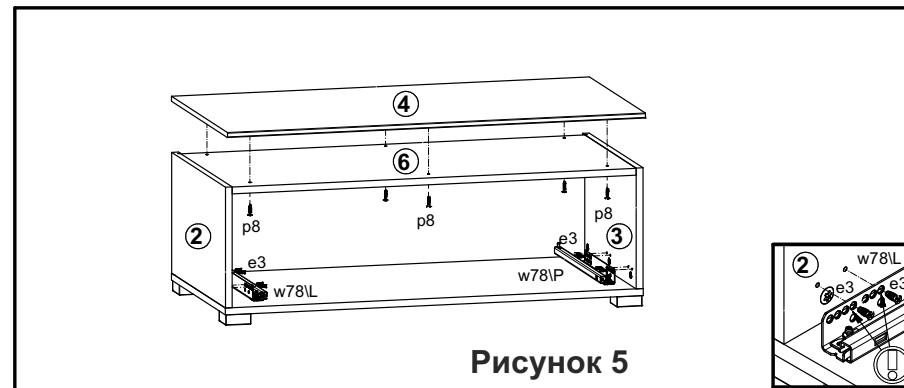

Рисунок 5
9. Присоединить щит верхний **4** к полке соединительной **6** с помощью шурупов **p8** (см. рис. 5).
10. В отверстия $\varnothing 5$ мм на внутренних поверхностях стенок **2, 3** еврошурупами **e3** закрепить направляющие **w78L** и **w78P** (см. рис. 5).